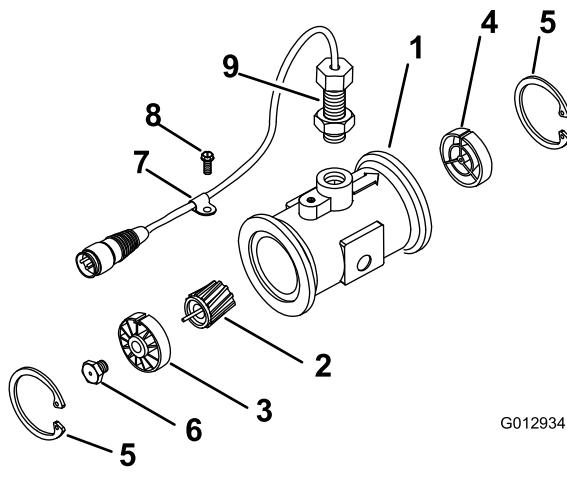

Bild 11
- Entfernen Sie den Halterung an der vorgeschalteten Seite (Bild 11).